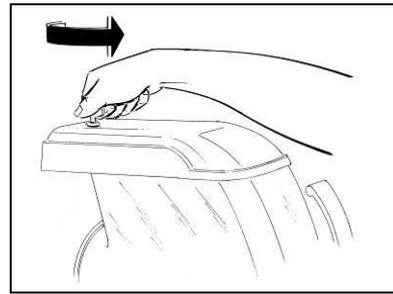

Fig. 1
**E**l aparato se debe colocar sobre una superficie horizontal y sólida de modo que la estructura del aparato esté bien ventilada (al menos 20 cm de espacio libre, fig.1), instalar el aparato en un ambiente seco y evitar instalarlo cerca de fuentes de calor. **L**a temperatura ambiente de uso de la máquina debe estar entre 24°C y 32°C (entre 75°F y 90°F).
- **D**espués de retirar el pestillo con la llave apropiada (fig.1), primero retirar la cubierta de seguridad, luego la subcubierta como se muestra en la figura 2.